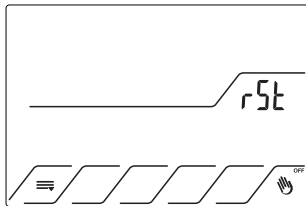

Fig.30
9.2 Tenere premuti contemporaneamente i tasti  e  ^{OFF} per 4 secondi fino a far comparire la scritta **rSt**. Fig.30